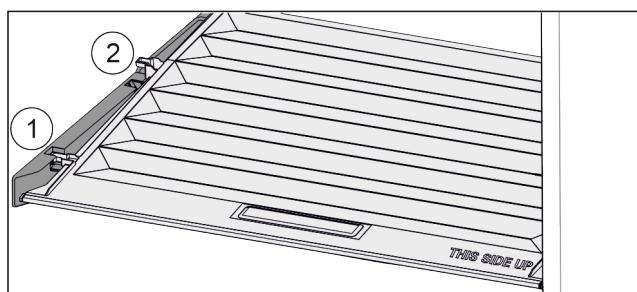

Fig. 93
- ▶ Потянуть крышку до отверстия в поддерживающих деталях вперед Fig. 93 (1).
- ▶ Поднять сзади снизу и извлечь Fig. 93 (2) движением вверх.